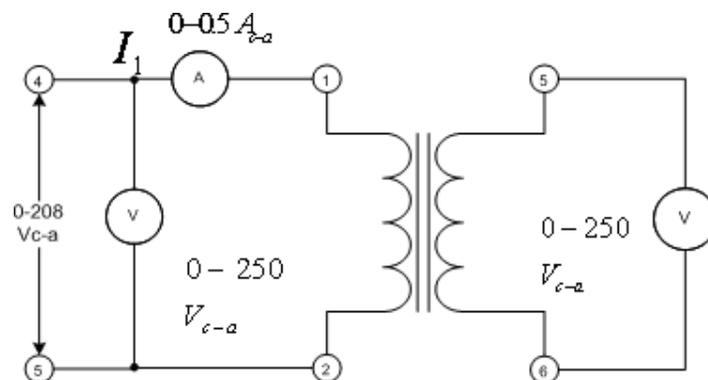

Figura 1
- a) Conectar el circuito que se ilustra en la figura 1 observando que las terminales 4 y 5 de la fuente de alimentación se van a utilizar para proporcionar un voltaje variable de 0 a 220 volts de c.a.